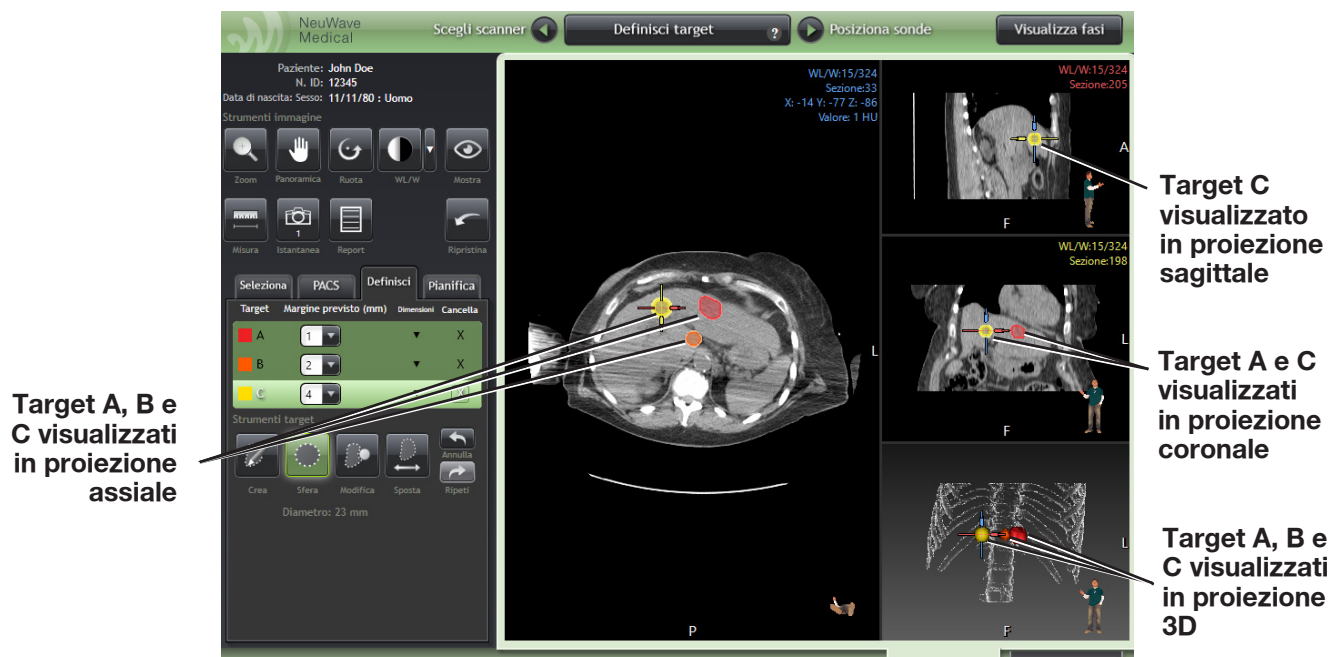

Figura A-7: Lo strumento Sfera. La Schermata Definisci target mostra lo strumento Sfera attivo (sfondo verde) nel riquadro in basso a sinistra.
Utilizzare lo strumento **Sfera** per creare rapidamente un target di ablazione perfettamente sferico, invece di segmentare un target utilizzando lo strumento **Crea** (Figura A-7). Si può anche utilizzare lo strumento **Sfera** per definire un'area che è stata trattata.
5. Iniziare a creare il target. Nella Proiezione immagine attiva, provare a centrare il mouse sul tessuto su cui si desidera puntare. Lo strumento mostra l'anteprima dell'area creando una cornice sferica verde nel punto in cui si è prima posizionato il cursore dello strumento, come mostrato nella Figura A-7.
6. Ruotare la rotellina del mouse in avanti per consentire allo strumento di espandere il diametro della sfera. Ruotare la rotellina all'indietro per ridurre il diametro. Il diametro del target sferico viene visualizzato sia accanto alla sfera tracciata sia accanto al pulsante dello strumento **Sfera**. Fare clic con il tasto sinistro del mouse quando l'area target desiderata è compresa nella cornice verde dell'anteprima. Alla fine, il target diventa del colore assegnato nella Tabella per la selezione del target sul lato sinistro della schermata (Figura A-7).
7. Lo strumento Sfera è stato utilizzato per creare due target nella Proiezione assiale dell'esempio mostrato nella Figura A-7: un target di diametro 20 mm (B, cornice arancione) e un target di diametro 23 mm (C, giallo). Il Punto di riferimento (mirino) si trova al centro del target C in modo che il target C possa essere visto nella Proiezione sagittale e i target A e C nella Proiezione coronale. La Tabella per la selezione del target nel riquadro sinistro mostra i target definiti A, B e C con i margini previsti impostati rispettivamente a 1, 2 e 4 mm.